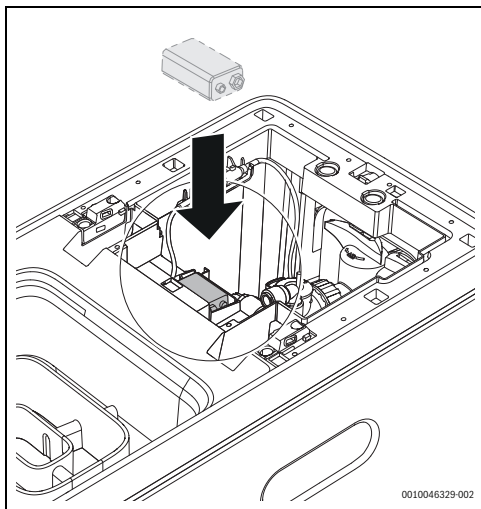

Fig. 8 Ligar a bateria
2. Abra a tampa superior e ligue a bateria 6LR61 9V à válvula (→Fig. 8).